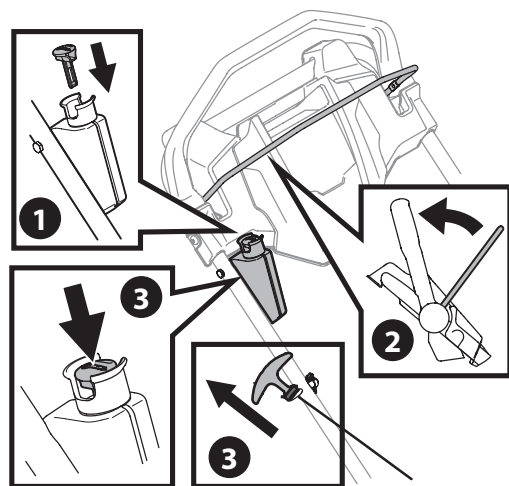

Рисунок 6
2. Стоя за газонокосилкой, потяните рычаг управления лезвием назад к рычагу управления приводом (рис. 6).
- **Ручной стартер:** крепко удерживая нож и рукоятку управления приводом вместе, слегка потяните рукоятку стартера с возвратом, пока не почувствуете сопротивление, затем резко потяните, чтобы преодолеть сжатие, предотвратить отдачу и запустить двигатель. При необходимости повторите процедуру (рис. 6).
- **Электростартер (при наличии):** нажмите кнопку электростартера, чтобы запустить двигатель (рис. 6).